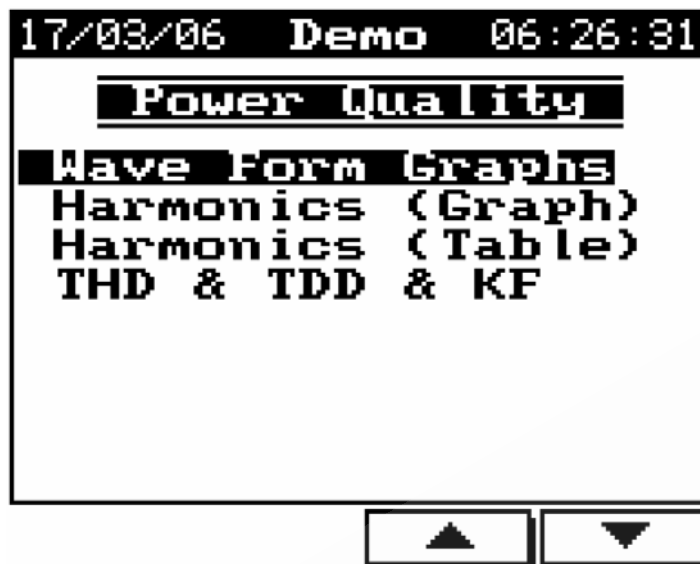

Рис. 29
2. Нажмите «Enter». На дисплее отобразится экран выбора режима вывода параметров качества сети (рис. 29):
2. Нажмите «Enter». На дисплее появится экран выбора режима отображения качества сети (рис. 29);